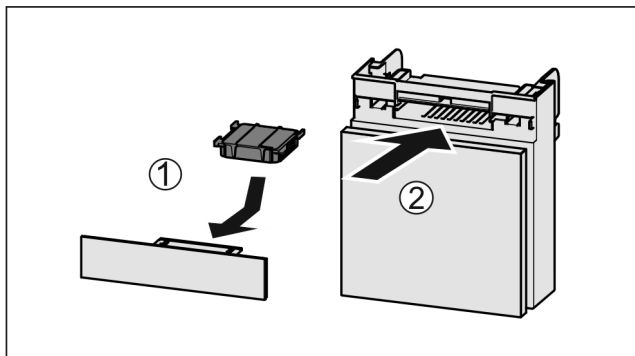

Fig. 81
- ▶ Anbring aktivkulfilteret som vis på billedet Fig. 81 (1).
- ▶ Skub rummet ind Fig. 81 (2).